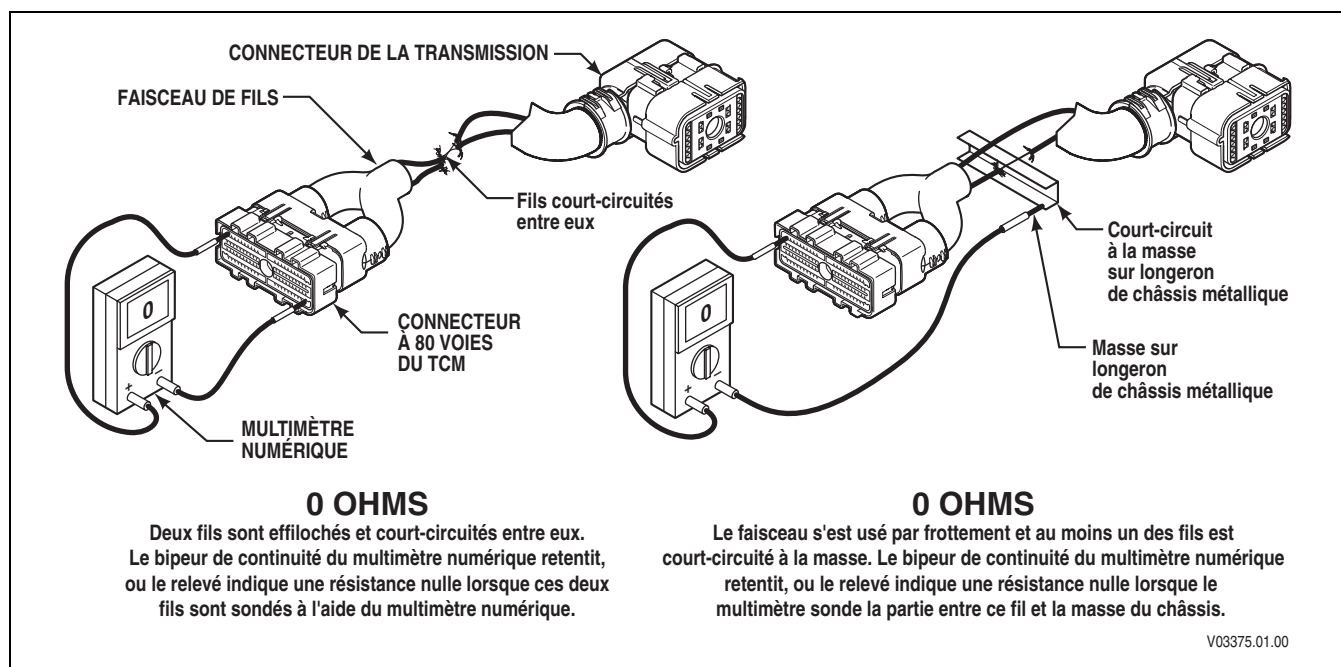

Figure 4-2. Court-circuit entre fils et à la masse
- (2) À l'autre extrémité du faisceau, vérifiez la continuité des deux fils raccordés à l'aide du fil volant. L'absence de continuité dans le circuit créé par ces fils (relevé de résistance infinie) indique la présence d'un circuit ouvert au niveau du fil testé. Localisez et réparez la partie du fil endommagée.
- b. Si le circuit présente une continuité (résistance de 0 à 2 ohm(s)), retirez les fils volants. Vérifiez qu'il n'y a pas de courts-circuits entre fils et à la masse en procédant comme suit (Figure 4-2) :
- (1) Du côté TCM du faisceau, placez une sonde d'un multimètre numérique sur un fil du circuit testé et l'autre sonde sur chaque borne du même connecteur, puis placez la sonde sur la masse du châssis et sur le carter principal de la transmission. Procédez de la sorte pour les deux fils du circuit testé.